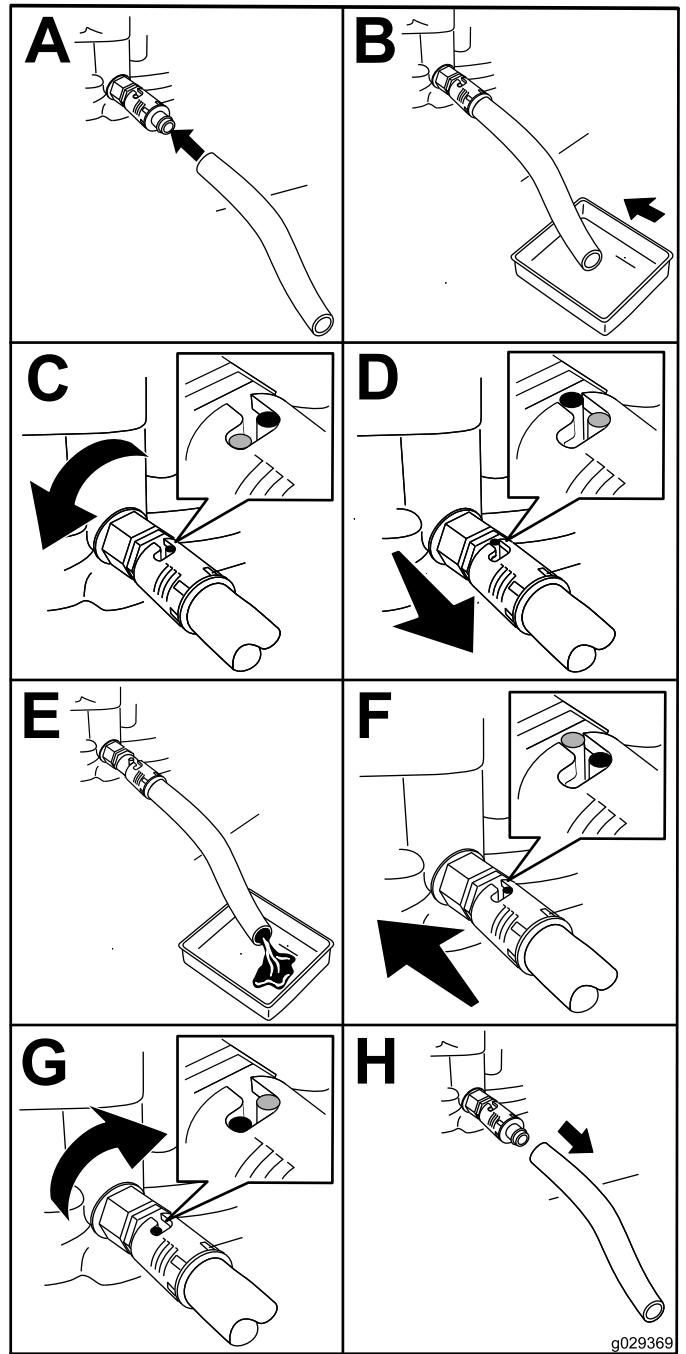

Figura 30
- Instale o tubo de drenagem na válvula de drenagem (Figura 30).
- Coloque a outra extremidade do tubo num recipiente adequado para óleo (Figura 30).
- Rode a válvula de drenagem de óleo 1/4 de volta no sentido contrário ao dos ponteiros do relógio para começar a drenar o óleo (Figura 30).
- Quando todo o óleo tiver sido drenado, rode a válvula de drenagem de óleo 1/4 de volta no sentido dos ponteiros do relógio para fechar a válvula (Figura 30).